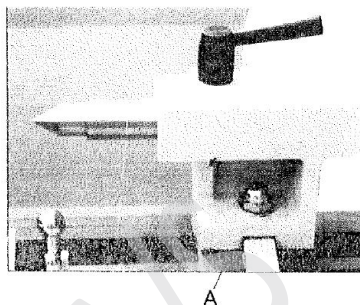

Fig. 9
Når du skal skifte position eller udskifte bagsmækken, skal du løsne møtrikken som vist i (A) i Fig.9.